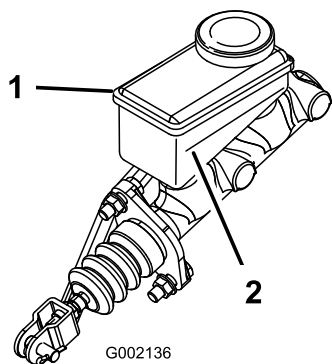

图 62
5. 观察油箱侧面的油位线图 62。
- B. 向油箱添加 DOT 3 刹车油直至液位到达最低标志线上方图 62。